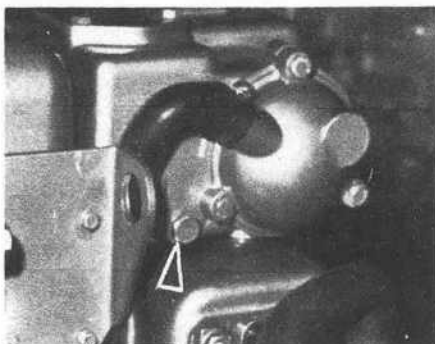

fig. 18
- De l'échangeur de température [fig. 18] (ou selon le cas, démonter les chapeaux de l'échangeur) ;